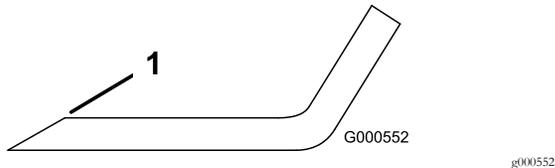

Figure 49
1. Au moyen d'une lime, aiguissez les tranchants aux deux extrémités de la lame (Figure 49).
Remarque: Si la lame est déséquilibrée, limez un peu l'extrémité de l'ailette seulement (Figure 49).